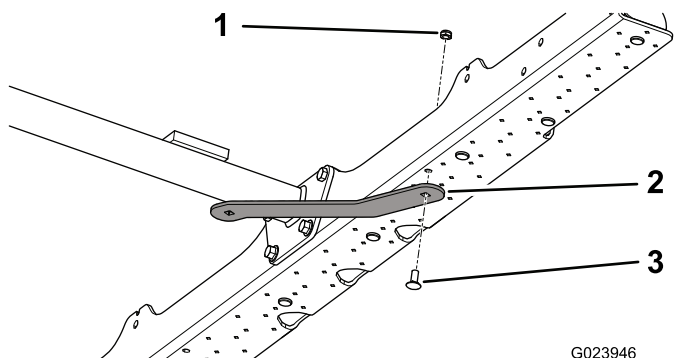

Figure 5
1. Alignez l'extrémité plate longue d'un raidisseur sur le dessous de la plaque inférieure de sorte que l'extrémité plate courte atteigne la barre d'attelage (Figure 5).
2. Fixez le raidisseur à la plaque inférieure à l'aide d'un boulon (5/16 x 3/4 po) et d'un contre-écrou (5/16 po); voir Figure 5.